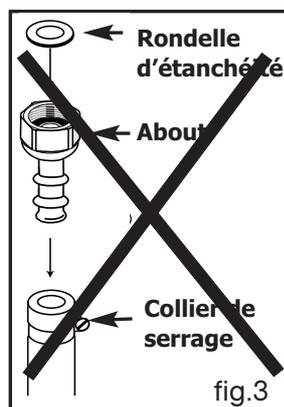

fig.3
Comme indiqué fig. 3, il est interdit de raccorder un tuyau souple avec un about.
- Tracez une ligne sur la plaque d'âtre à l'aide d'un crayon de papier à l'endroit indiqué (fig. 3).